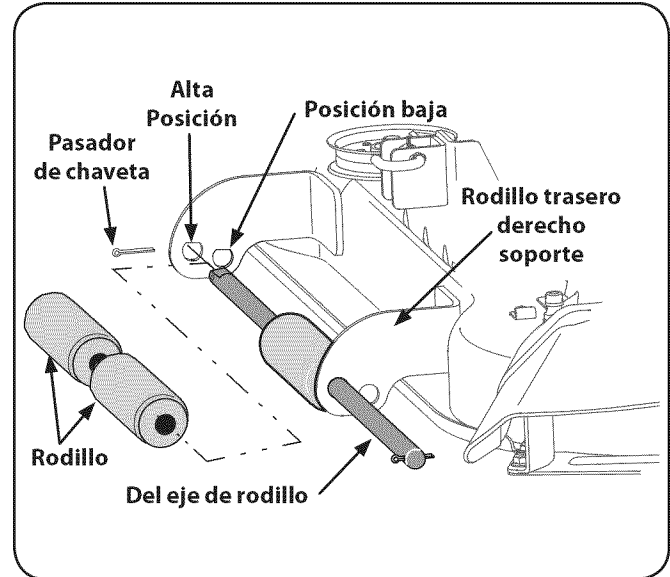

Figure 6-11
1. Retire el pasador de chaveta desde el extremo izquierdo del rodillo eje. Ver Fig. 6-11.
2. Deslice el rodillo de eje a la derecha y eliminar los rodillos como el árbol está totalmente retirado de la derecha de la parte trasera del rodillo soporte. Ver Fig. 6-11.